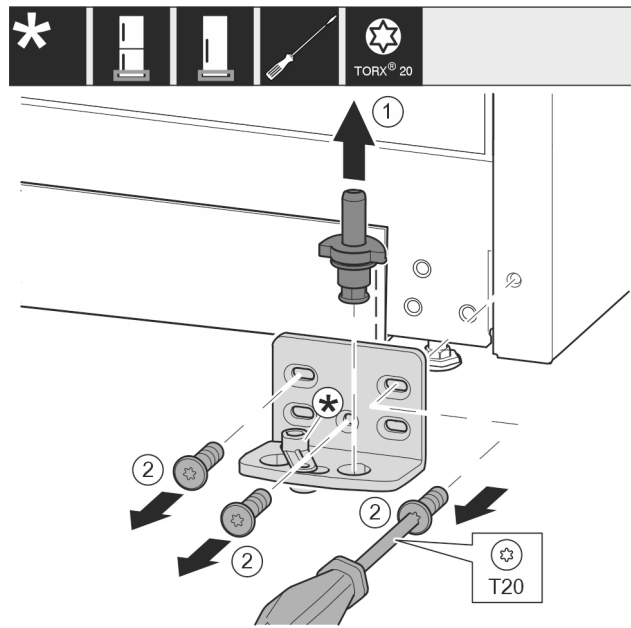

Fig. 14
- ▶ Extraer por completo el perno de apoyo hacia arriba. Fig. 14 (1)
- ▶ Desenroscar los tornillos con el destornillador T20 y retirar el soporte de apoyo. Fig. 14 (2)